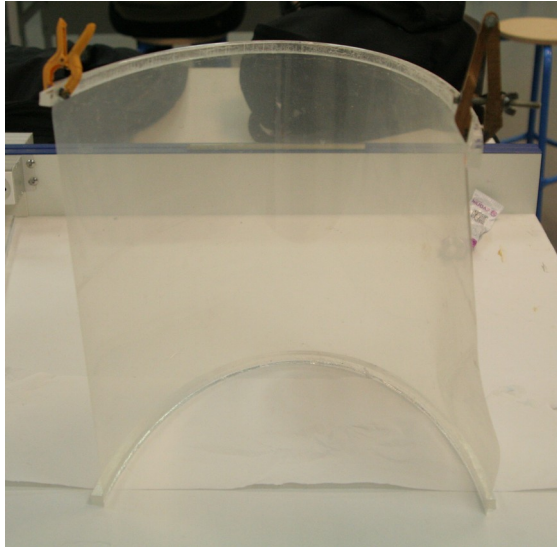

Figure 1.1 & 1.2 : Surface réfléchissante elliptique
- surface réfléchissante lisse (demi-ellipse de 310x250x300mm) ; *cf Figures 1.1 & 1.2*